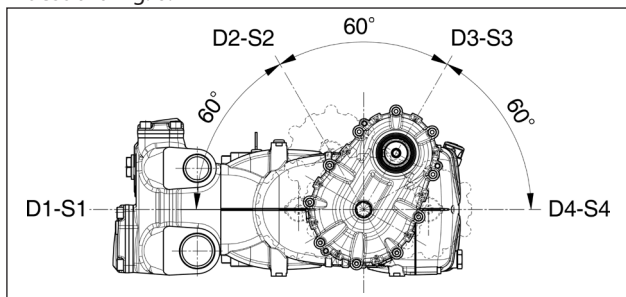

Fig. 6
~ 4,8 litros para las versiones con reductor en las pos. ① y ④ (Fig. 6) Esta cantidad será ligeramente inferior en las pos. ② y ③.
El reductor se puede colocar en 4 posiciones distintas como muestra la Fig. 6.